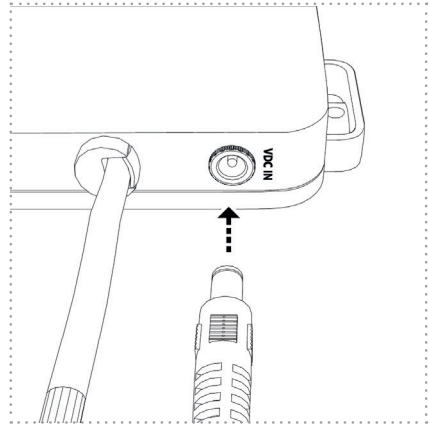

Figure 23
6. Enfichez maintenant la fiche du câble de raccordement (alimentation électrique) dans la prise prévue à cet effet sur l'unité UV (figure 23).